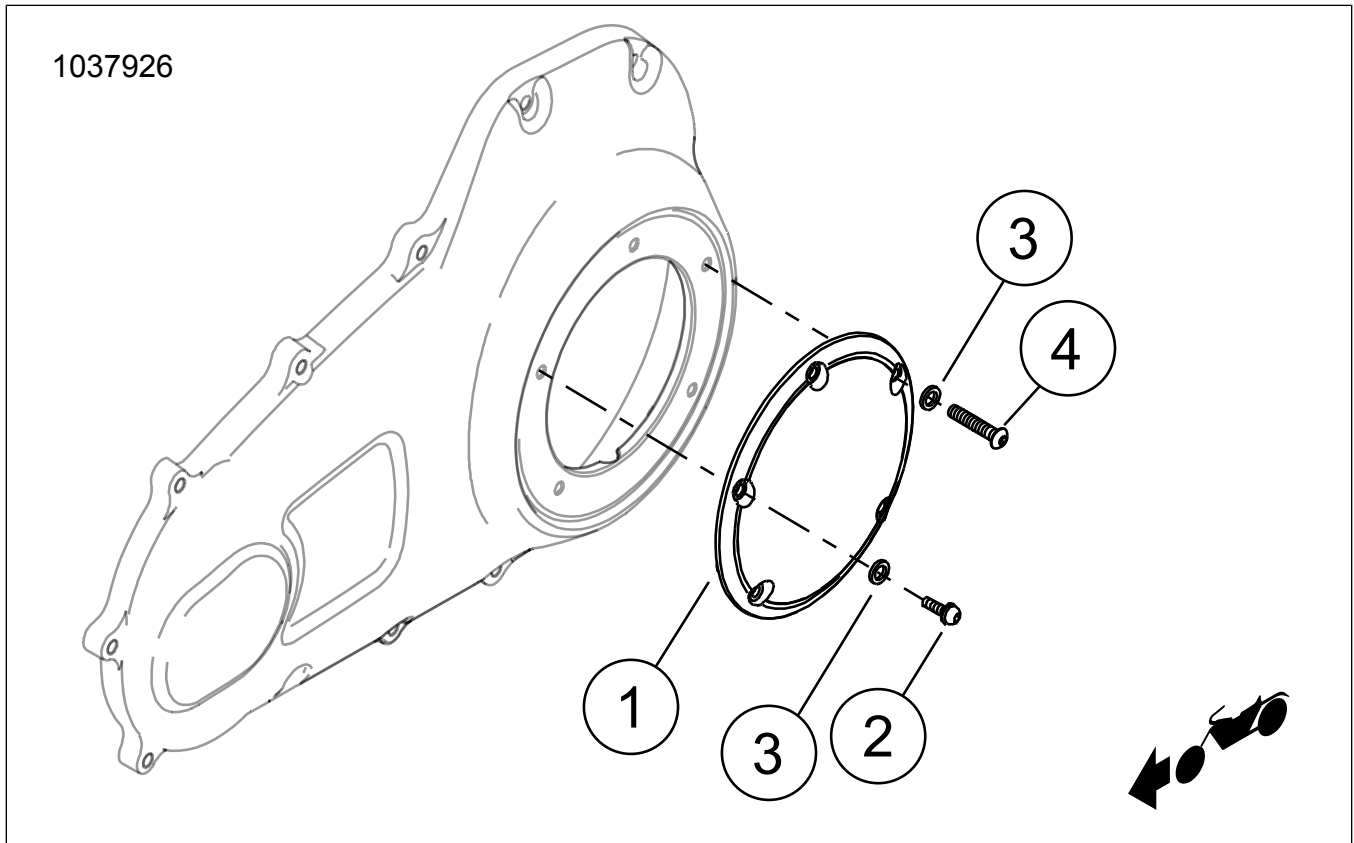

Figura 1. Contenido del kit: Componentes de la cubierta de inspección del embrague
1. **Kits: 25338-99B, 25700435, 25700436, 25700446, 25700469, 25700471, 25700472, 25700473, 25700474, 25700476, 25700505, 25700740, 25700843, 25700844, 25700887, 25700888, 25700987, 25700988, 25701020, 25701022, 25701057, 25701059, 25701086, 25701169, 25701171, 25701403, 25701404, 25701519, 25701536:** Instale la nueva tapa derby (1), el O-ring y los nuevos tornillos (2) y arandelas (3).
2. **Kits: 25700434, 25700437, 25700477, 25562-09, 25701173, 25701454, 25701480, 25701517, 25701518, 25701520, 25701537, 25701551, 25701573, 25701574:** Instale la tapa derby new (1), junta tórica y tornillos OE (2) con arandelas cautivas.
3. **Kits: 25700571, 25700572, 25700573, 25700703, 25700704, 25700705:** Instalar la nueva cubierta de inspección del embrague (1), el O-ring y los nuevos tornillos (2) y arandelas (3). Observe que un tornillo (4) es más largo y debe ubicarse en la posición de las 2 en punto en la cubierta de inspección del embrague, como se muestra en Figura 1.
4. **Kits: 25700515, 25700768, 25700822, 25700825, 25700826:** Instalar la nueva cubierta de inspección del embrague (1) y los nuevos tornillos (2) como se muestra en Figura 1. No se utilizan arandelas con este kit.